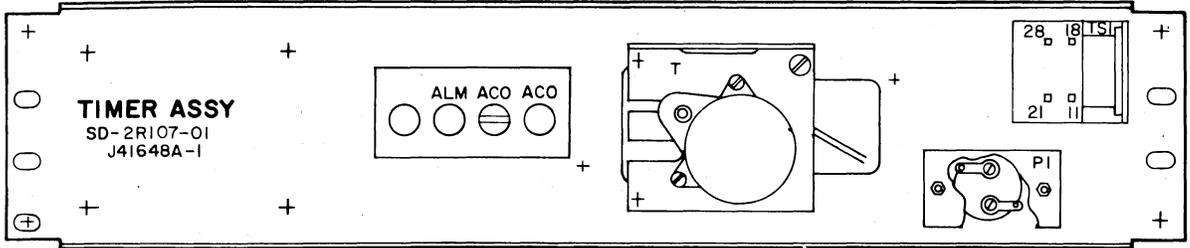

Fig. 2—J41648A
**J41648A—AT&T Co Std—Timer Assembly (See Fig. 2)**